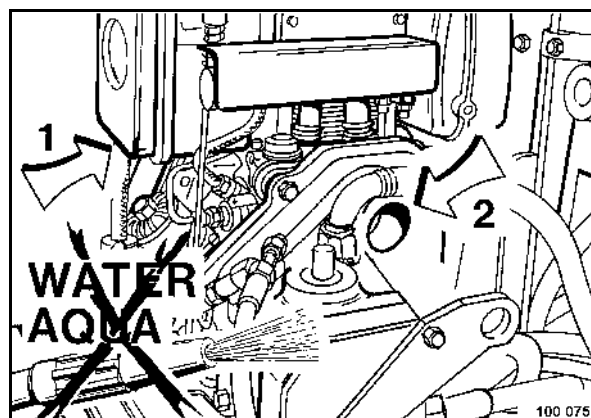

fig. 53
Ne pas tenir le jet d'eau directement dans l'orifice d'admission d'air du filtre à air, dans le pot d'échappement (1) (fig. 53) et dans l'orifice de prise pour la manivelle (2).